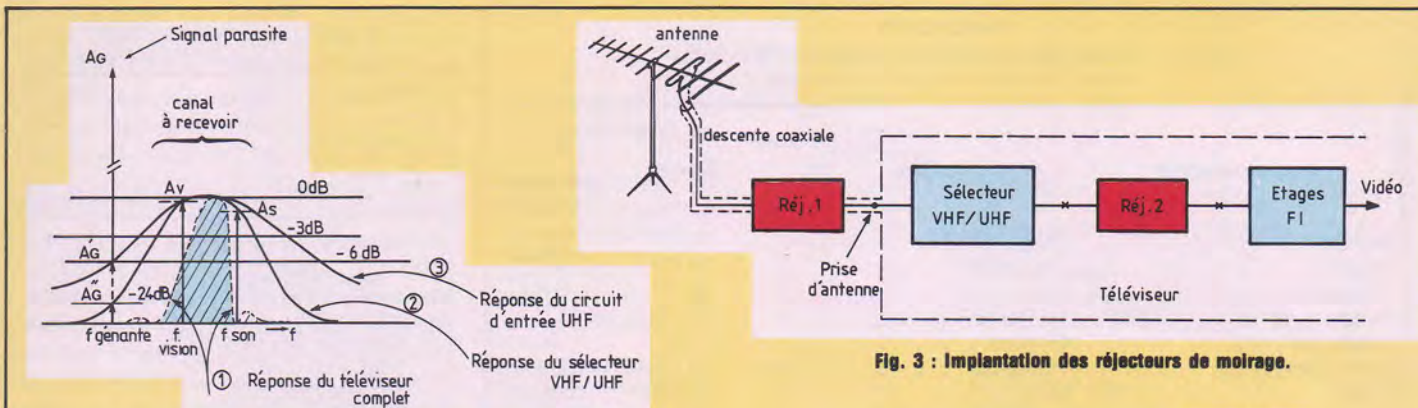

Fig. 1 : Différentes sélectivités d'un téléviseur selon l'étage intéressé par les signaux captés par l'antenne.
sélecteur VHF-UHF n'est pas encore assez grande pour éliminer complètement les fréquences environnantes. Ainsi, si nous nous reportons à l'exemple de la figure 1, les différences de niveau entre les signaux peuvent expliquer la possibilité d'un moirage : la réponse globale (1) du téléviseur semble éliminer tous les composantes extérieures au canal à recevoir ; cette propriété est due au gabarit particulier des étages FI. La sélectivité (2) du sélecteur VHF/UHF est évidemment moins grande et n'affaiblit pas tout à fait la fréquence gênante (niveau A'_G à -24 dB du niveau réel A_G). Mais au niveau de l'entrée UHF, le seul circuit qui s'y trouve – quand il s'y trouve ! – n'affaiblit guère (voir courbe 3).